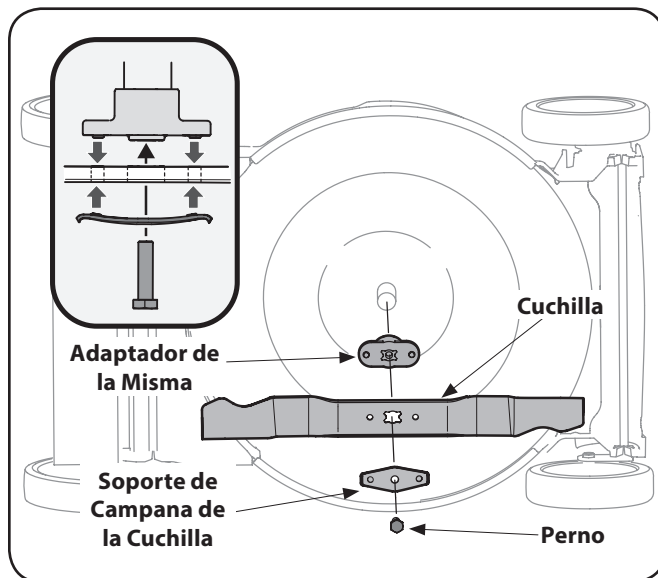

Figura 7-1
2. Saque el perno y el soporte de campana de la cuchilla que sostienen la cuchilla y el adaptador de la misma al cigüeñal del motor, Figura 7-1.